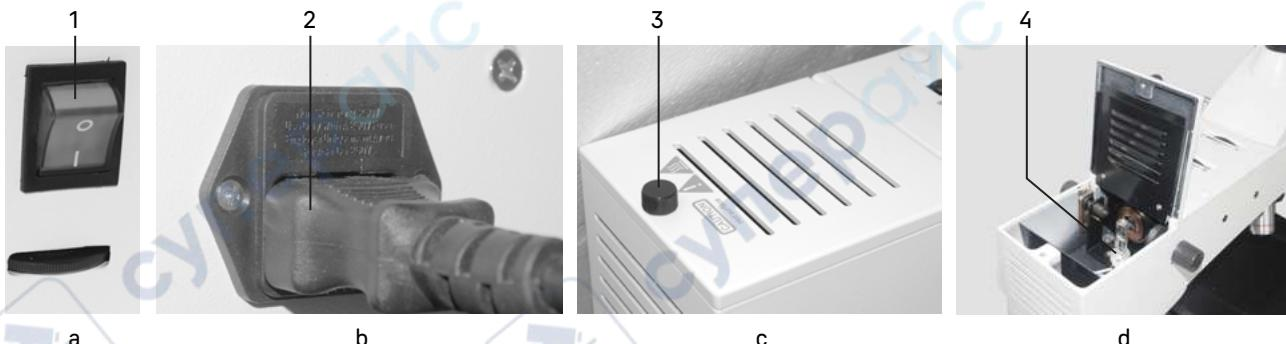

Рис. 18. Замена лампы
- Ослабьте крепежный винт **3** и откройте крышку корпуса насадки, как показано на рис. 18 **c, d**;